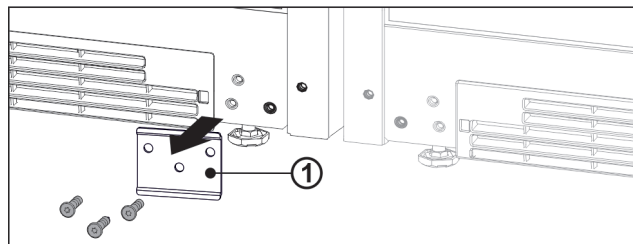

Fig. 15
- Wenn das Blech Fig. 15 (1) verbaut ist, Blech abschrauben.